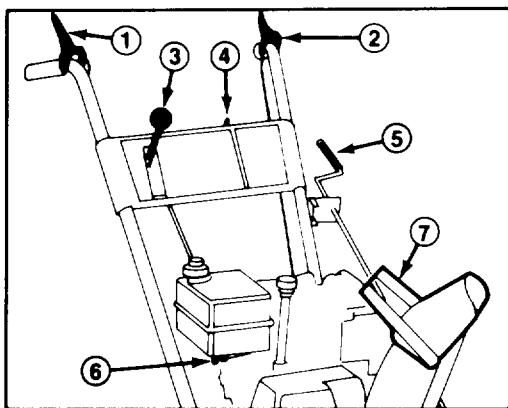

Figure 13
Commande de tarière (Fig. 13) — Cette commande a deux positions: EMBRAYÉE (Engage) et DÉBRAYÉE (Disengage). Pour embrayer la tarière et le rotor, compressez le levier contre la poignée du mancheron droit. Pour les débrayer, relâchez le levier.
Commande de traction (Fig. 13) — Pour ob-
Sélecteur de vitesse (Fig. 13) — Cette commande a quatre positions: marche arrière, 1, 2 et 3 (trois vitesses avant). Pour changer de vitesse, placez le levier à la position désirée. Le
Clé d'allumage (Fig. 13) — La clé d'allumage a deux positions: MARCHE (on) et ARRÊT (off). Mettez la clé en position MARCHE (on) avant de mettre le moteur en marche à l'aide du démarreur à rappel. Pour arrêter le moteur, mettez la clé en position ARRÊT (off).
Robinet d'arrêt d'essence (Fig. 13) — Ce robinet se trouve sous le réservoir d'essence. Fermez le robinet pour arrêter l'arrivée d'essence au carburateur et rouvrez-le pour rétablir l'alimentation. Fermez le robinet quand la déneigeuse ne sert pas.
Commande d'éjecteur (Fig. 13) — Tournez la manivelle de commande de l'éjecteur à droite pour orienter l'éjecteur vers la gauche et tournez la manivelle vers la gauche pour orienter l'éjecteur vers la droite.
Manette du déviateur (Fig. 13) — La manette du déviateur se trouve sur le dessus de l'éjecteur et sert à régler la hauteur du jet de neige.
3. Ouvrez le robinet d'arrêt d'essence sous le réservoir d'essence (Fig. 13).
5. Tournez la clé d'allumage en position de MARCHÉ (Fig. 13).